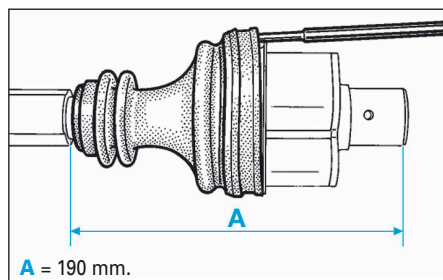

FIG.11
- Engager le soufflet sur la gorge (6) de l'arbre de transmission.
- Reposer le tripode (5) à la position préalablement repérée et remettre le circlip (4).
- Mettre en place le ressort et la rondelle (7).
- Engager le boîtier tripode (3) sur le tripode (5).
- Enfiler le soufflet sur le boîtier jusqu'à la mise en place correcte des talons sur la gorge (Fig.11).
- Allonger ou raccourcir le joint jusqu'à l'obtention de la cote (A).